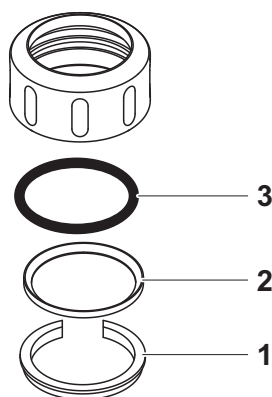

Fig. 6-1 Demontering av koblingsringen
1	Fjern festeringen (pos. 1 tommer Fig. 6-1).